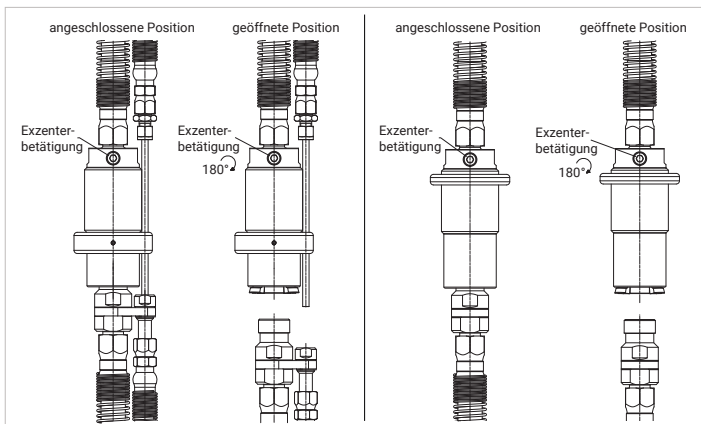

Abbildung 11
- ▶ Drehen Sie die Exzenterbetätigung (Pos. 2) mit einem Sechskant-Winkelschraubendreher SW6 um 180° (*Abbildung 11*) → die Spannzangen öffnen